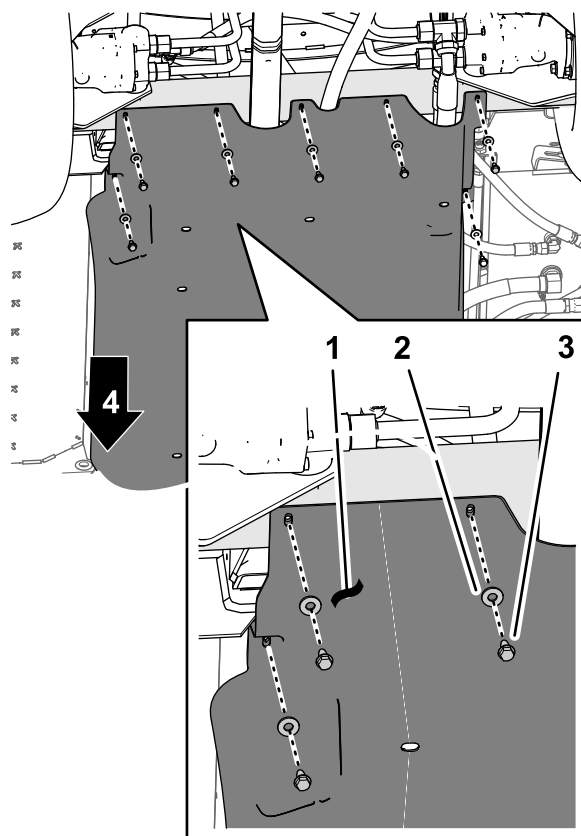

Figura 180
4. Allineate i fori nella parte posteriore della copertura del carrello con i fori sul telaio (Figura 180).
5. Montate la parte posteriore della copertura del carrello sul telaio con i 7 bulloni a testa flangiata (5/16" x 7/8") e le 7 rondelle (5/16") che avete rimosso al passaggio 1 di 12 Rimozione del kit copertura del carrello opzionale (pagina 26) (Figura 180).